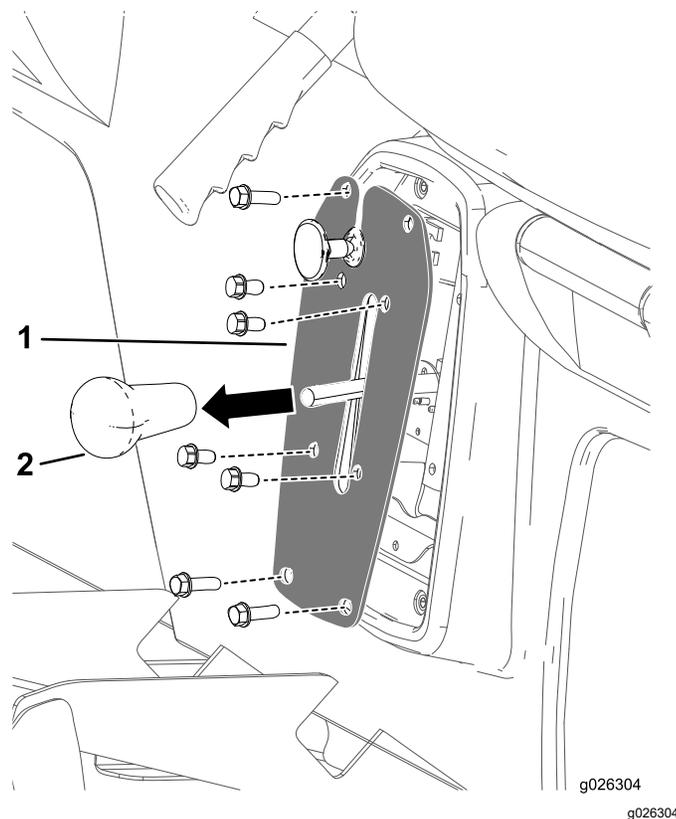

Рисунок 42
1. Снимите рукоятку с рычага переключения передач (Рисунок 42).
2. Выверните 4 болта крепления пластины переключения передач к консоли механизма переключения передач (Рисунок 42).
3. Выверните 4 болта крепления пластины переключения передач к основанию сиденья и снимите пластину переключения передач (Рисунок 42).
4. Наверните рукоятку рычага переключения передач и затяните ее от руки (Рисунок 42).